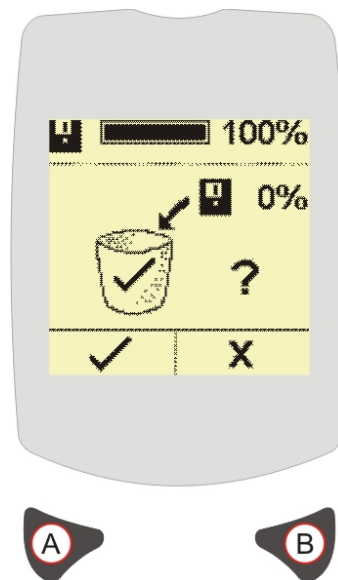

Figura 11 Schermata di svuotamento memoria
Premere all'inizio il tasto destro (B) se si intende cancellare i dati presenti in memoria. Successivamente premere il tasto sinistro (A) per confermare la cancellazione, come mostrato nella Figura 11 sotto. Quando i dati presenti in memoria sono stati cancellati, lo schermo visualizzerà 0% e lo strumento tornerà alla schermata ora e data.